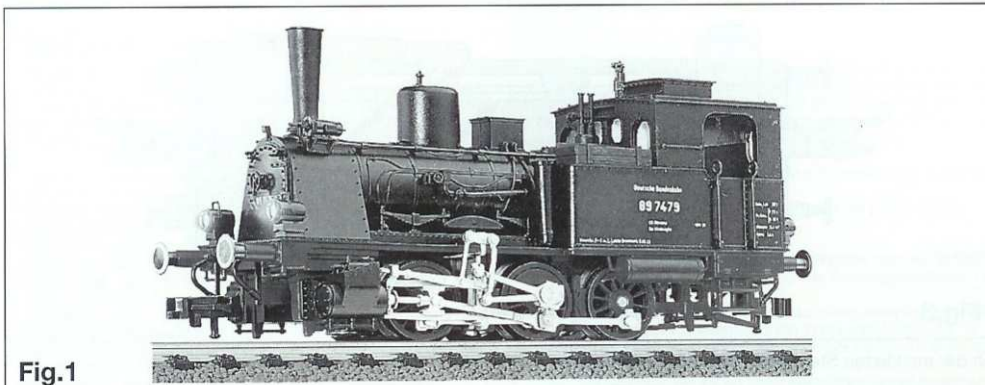

Fig.1
Von 1882 – 1910 wurden ca. 1550 Stück Loks T3 unterschiedlicher Ausführungen an die Preußische Staatsbahn (KPEV) und andere Länderbahnen geliefert. Als Bauart Cn2 hatte die Lok in Ausführung M III-4p eine Reibungslast von 36 t und konnte bei einer Leistung von 300 PSI die Höchstgeschwindigkeit von 40 km/h fahren. Die Deutsche Reichsbahn-Gesellschaft (DRG) übernahm 511 Stück und ordnete sie unter der Bezeichnung BR 8970-75 in ihren Bestand ein. Bei der Deutschen Bundesbahn (DB) wurden die letzten Loks T3 um 1961 ausgemustert. Die Deutsche Reichsbahn (DR) hatte noch 1968 die Lok T3 auf Nebenstrecken und als Werksloks in Betrieb. Einige sind bis heute als Denkmal- oder Museumsloks erhalten (Fig. 1).
From 1882 – 1910 approximately 1550 T3 locos in various versions were delivered to the Prussian State Railways (KPEV) and other railway companies. Built as an 0-6-0 tank, they had a service weight of 36 tons and could travel at a top speed of 40 km/h developing 300 PSi. The Deutsche Reichsbahn (DRG) took 511 into their service listed under the classification 8970-75. The last loco was removed from service by the Deutsche Bundesbahn (DB) around 1961. The Deutsche Reichsbahn (DR) until 1968 had some of these T3 locos in service on branch and industrial lines. A few are still preserved as museum pieces (fig. 1).
La Deutsche Reichsbahn Gesellschaft (DRG) reprit 511 locomotives de ce type es leur donna la désignation BR 8970-75. La Deutsche Bundesbahn (DB) retira du service en 1961 des dernières locomotives T3. Par contre en 1968, la Deutsche Reichsbahn (DR) en avait encore en service sur des lignes secondaires et comme locomotives de manœuvres. Actuellement, il en reste encore quelques-unes comme monument ou comme pièces de musées (fig. 1).
De Deutsche Reichsbahn Gesellschaft (DRG) nam 511 locs over en bracht deze onder de nummers BR 8970-75 in haar bestand. Bij de Deutsche Bundesbahn (DB) werden de laatste T-drieties in 1961 buiten dienst gesteld. De Deutsche Reichsbahn (DR) had de T3 loc nog tot 1968 in dienst, hoofdzakelijk op lokaalsporen en als werkloc. Enkele van deze locs zijn als monument of als museumloc bewaard gebleven (fig. 1).
Fra 1882 til 1910 blev der leveret ca 1550 T3 maskiner i forskellige versioner til de prøisiske statsbaner (KPEV) og andre lande. I type Cn2 versionen som M III-4p havde maskinen en nyttelast på 36 tog kunne med en ydelse på 300 PS opnå en hastighed på 40 km/t DRG modtog 511 stk som fik betegnelsen BR8970-75. I 1968 korte T3 stadig hos DR på sidelinjer og som fabrikslok. Enkelte er stadig bevaret som museumslok (fig.1).
Dal 1882 al 1910 vennero fornite circa 1550 locomotive T3 di var modelli alle Prussiane (KPEV) e ad altre ferrovie europee. Con il tipo di costruzione Cn2 la locomotiva, nella serie M III-4p, aveva un carico di attrito di 36 t e, con una potenza di 300 HP, raggiungeva la velocità massima di 40 km/h. Le ferrovie dell'ex Impero Tedesco (DRG) acquistarono 511 unità, integrandole con la denominazione BR 8970-75 nel loro armamento ferroviario. Le ferrovie tedesche (DB) misero a riposo le ultime locomotive T3 nel 1961. Nel 1968 le DR utilizzarono ancora la locomotiva T3 su binari secondari e per operazioni di manovra. Alcune di queste locomotive sono oggi conservate come „locomotive da museo“ (fig. 1).